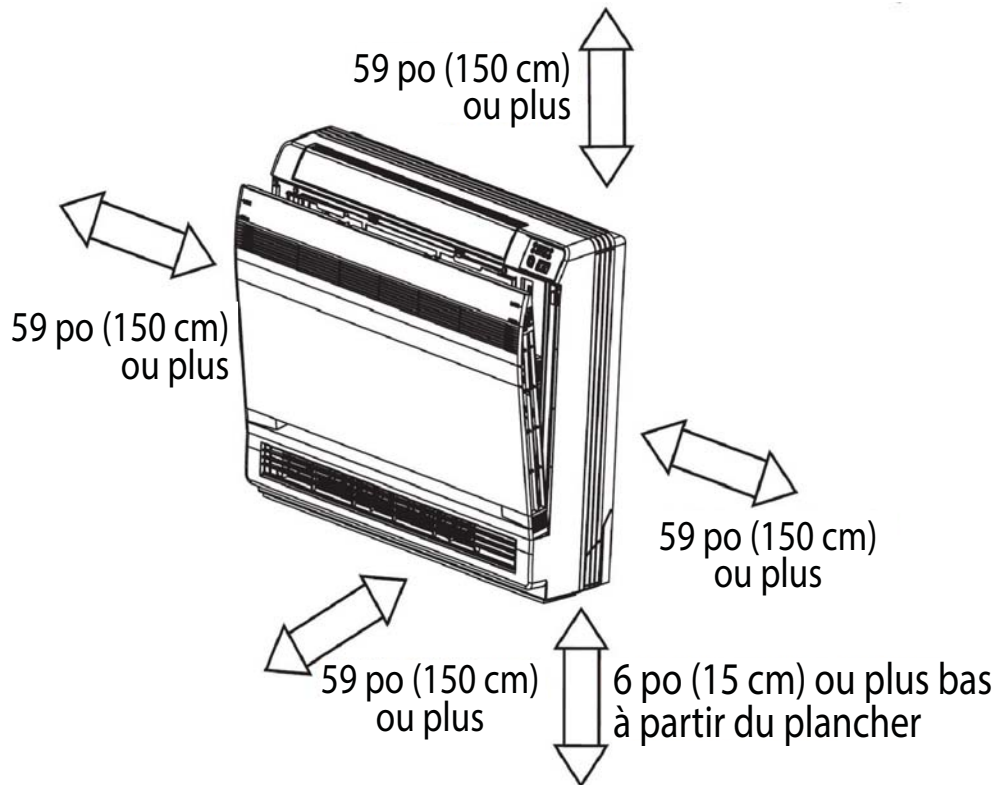

Figure 17 – Déagements – la console au plancher
- Emplacement qui fournit les dégagements appropriés (consultez la figure 17 et la figure 18).